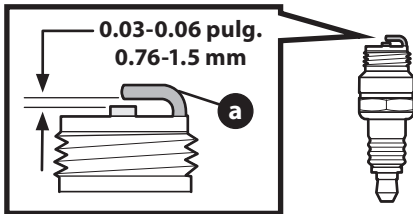

Figura 10
- Mida la separación de bujía con un calibrador. Corrija de ser necesario torciendo el electrodo lateral (a) (Figura 10). La separación debe establecerse entre 0.030 - 0.06 pulgadas (0.76 - 1.5 mm).